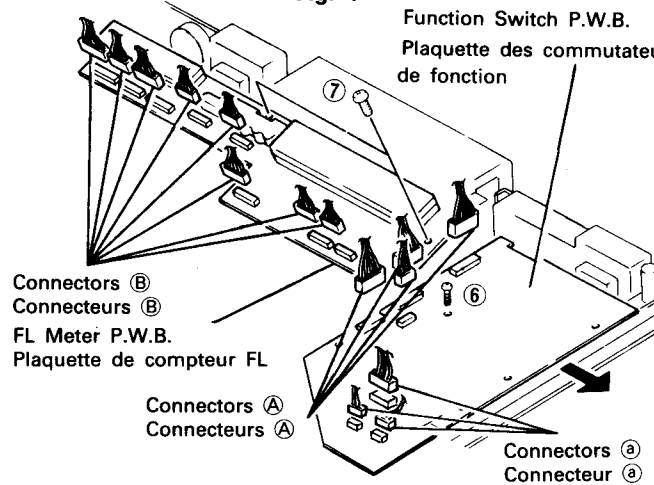

Fig. 5
**6. FL Meter P.W.B. (Fig. 5)**
- (1) Tirer la bride vers le haut et, tout en tirant le bas de la bride vers vous, appuyer sur la pince ① dans la direction de la flèche ① et dégager la pince ① dans la direction ②. (Veiller à ne pas appuyer trop fort sur la pince ① pour ne pas la casser.)
- (2) Une fois que la bride a été passée au travers de la section pince ③, la bride est poussée vers le bas et se dégage. (Si la bride revient lorsque l'on appuie dessus légèrement dans la direction ④, cela signifie qu'elle n'est pas passée au travers de la section pince ③. Si tel est le cas, recommencer les procédures (1) et (2).
- (3) Pour insérer la bride, recommencer les procédures (1) et (2) à l'envers. Lorsque l'on appuie légèrement sur la pince ① dans la direction de la flèche ①, la bride peut être insérée.
**5. Plaquette des commutateurs de fonction (Fig. 5)**
**6. Plaquette du compteur FL (Fig. 5)**